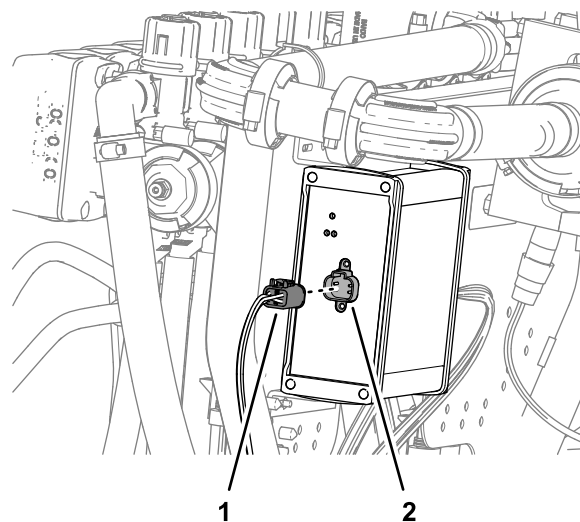

Рисунок 134
4. Вставьте 4-гнездовой разъем с маркировкой TO ASC 10 (к ASC 10) в 4-штыревой разъем контроллера опрыскивателя ASC 10 (Рисунок 134).